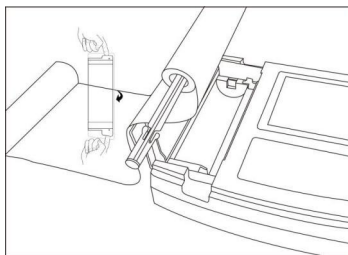

Abbildung 6-1 Einlegen des Aufzeichnungspapiers
1. Heben Sie, wie in Abbildung 6-1 gezeigt, mit beiden Händen gleichzeitig beide Seiten der Papierfachabdeckung an, um sie zu öffnen. Nehmen Sie die Walze heraus und setzen Sie sie wie in der Abbildung gezeigt in das Rollenpapier ein. Die Papierseite mit den Rastern sollte nach unten zeigen und dann an der richtigen Stelle im Papierfach eingestellt werden.